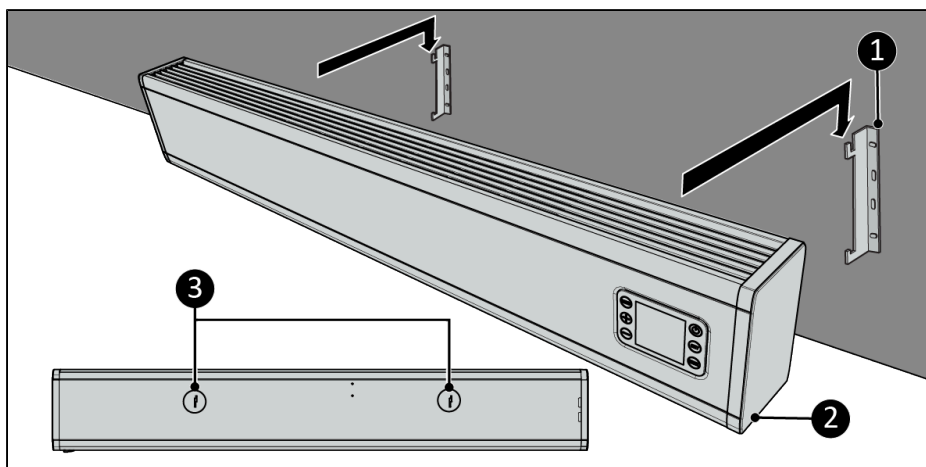

Figure 59.
7. Placez les trous des supports (Figure 59, pos. 3) sur les support muraux (Figure 59, pos. 1).
8. Laissez l'appareil (Figure 59, pos. 2) tomber dans les ouvertures des supports muraux (Figure 59, pos. 1).